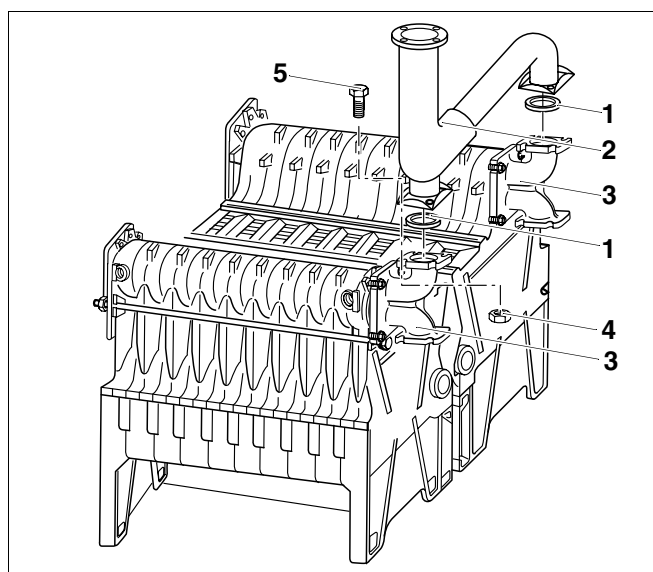

Fig. 29 Montarea conductei de tur
- Garniturile plate se poziționează (fig. 29, **poz. 1**) în partea superioară a celor două (fig. 29, **poz. 3**) piese de racord.
- Conducta de tur (fig. 29, **poz. 2**) se poziționează la piesele de (fig. 29, **poz. 3**) racord.
- Șuruburile cu cap hexagonal M12 x 40 (fig. 29, **poz. 5**) se introduc de sus prin flanșa de racord a conductei de tur (fig. 29, **poz. 2**) și prin piesele de racord (fig. 29, **poz. 3**).
- Piulițele și șaibele aferente se (fig. 29, **poz. 4**) înșurubează pe șuruburile cu cap hexagonal (fig. 29, **poz. 5**) și se strâng.